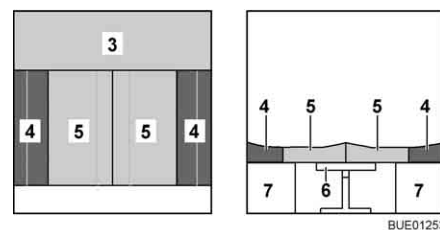

Bild 103 Nach dem Umbau
- Die Rückenpolster (Bild 103,4) an die Außenwand legen. Keilform beachten.
- Die beiden Sitzpolster (Bild 103,5) zwischen die Rückenpolster drücken. Keilform beachten.